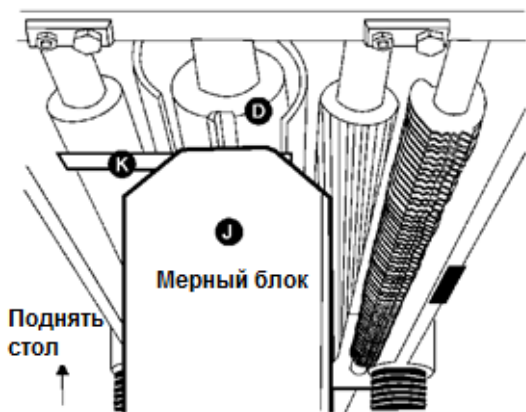

Рис. 22
3. Установите мерный блок (J, см. Рис. 22) на столе непосредственно под строгальным валом (D, см. Рис. 22).
4. Используя щуп толщиной 0,5 мм (K, см. Рис. 22), расположенный в верхней части мерного блока, поднимайте рабочий стол, пока нож не коснется щупа, когда нож находится в самом нижнем